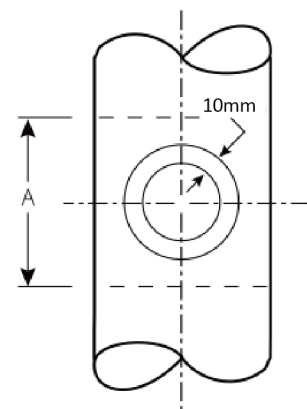

图1
- 必须在管道中心开孔。确保开孔周围10mm区域内干净，平滑且没有影响密封效果的凹陷或凸起。清除孔口上的所有毛刺、锐边或糙边。毛刺和锐边可能会对装配、定位流量系数及密封效果产生影响，见图1。
- 图1所示的管道整个圆周区域范围内(A尺寸)，应没有可能导致壳体无法正确就位的灰尘，污垢，杂质，A尺寸参见表1。